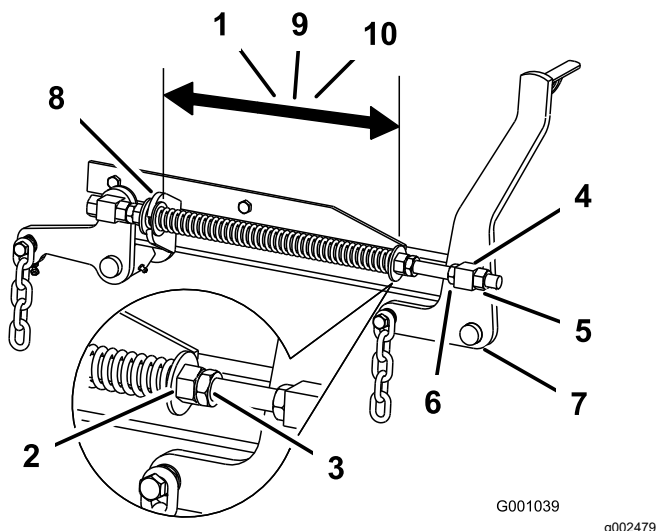

Figura 106
cortador de 132 cm, 26,7 cm para plataformas de cortador de 152 cm ou 29,2 cm para plataformas de cortador de 183 cm (Figura 106).
- Ajuste esta distância desapertando a porca de bloqueio da mola e rodando a porca em frente de cada mola (Figura 106).
- Bloqueie a porca na posição apertando a porca de bloqueio da mola (Figura 106).